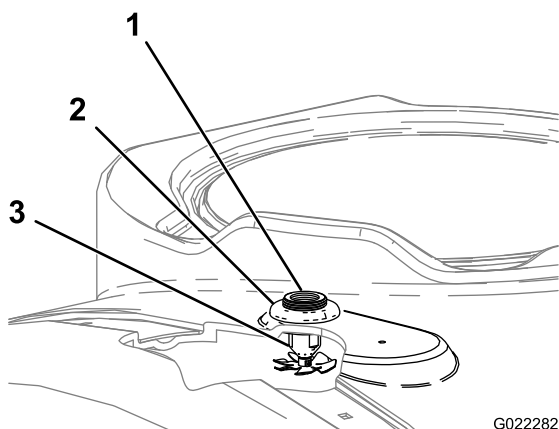

Figura 6
- Montate i gruppi ugello dall'interno infilandoli attraverso i fori praticati (Figura 6).
3. Montate il dado flangiato in plastica sui filetti che sporgono dal diaframma sopra il serbatoio (Figura 6). Accertatevi che la guarnizione sia posizionata correttamente tra il diaframma e la parte sottostante del serbatoio.